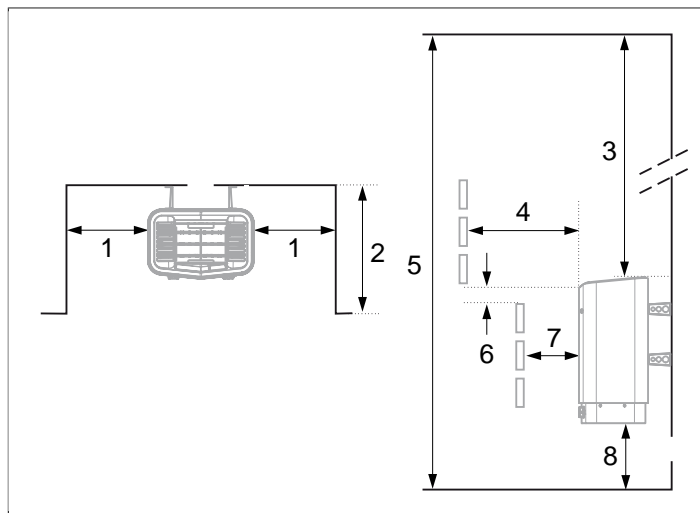

Рисунок 3: Размещение каменки – установка в нише
- У той же стены что и дверь (только в исключительном случае у боковой стены, но тогда как можно ближе к дверному проему). Возможно размещение каменки в нише (см. **Рисунок 3**, страница 2).
Установите устройство на безопасном расстоянии от пола, боковых стен и элементов интерьера (см. **Рисунок 3**, страница 2).